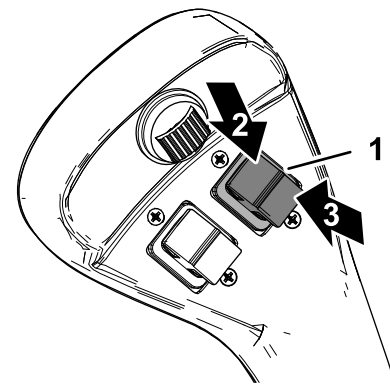

Figure 14
- Appuyez sur le haut de la commande de déploiement/rétraction (Figure 14) pour déployer les bras de chargeuse.